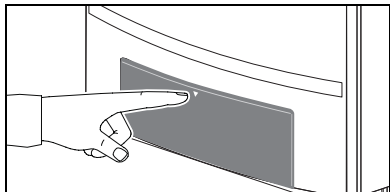

Fig. 2 Åbning af betjeningsfeltet
Denne vejledning giver varmeanlæggets bruger et overblik over anvendelsen og betjeningen af gaskedlen. Vejledningen ligger i betjeningsfeltets klap (→ fig. 2 på side 12).
Gaskedlen er udstyret med en betjeningsenhed, den såkaldte basiscontroller BC10 (→ fig. 2). Den kan bruges til betjening af varmeanlægget.
- Åbn betjeningsfeltet ved at trykke på det (→ fig. 2).